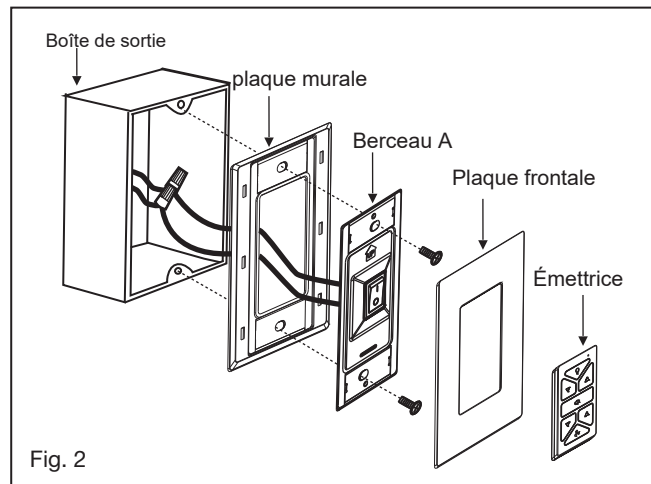

Fig. 2
Fixez la vis à bois et la rondelle plate à la solive du plafond comme illustré (ne serrez pas complètement). Faites glisser le serre-câble sur le câble de sécurité du ventilateur. Enroulez le câble de sécurité autour de la vis à bois qui vient d'être fixée à la solive du plafond. Insérez l'extrémité du câble dans la pince et faites passer autant de câble que possible. Serrez fermement la vis dans la pince. Coupez l'excédent de câble et serrez la vis à bois sur la solive du plafond. (Fig.2)
3 Soulevez le boîtier du moteur contre le support de montage. Les quatre supports à l'intérieur du boîtier du moteur doivent être placés contre les quatre goujons du support de montage. Tournez le boîtier du moteur dans le sens des aiguilles d'une montre jusqu'à ce qu'il soit bien ajusté. (Fig.2)
- 4** Soulevez l'abat-jour en verre contre l'ensemble LED et fixez-le au ventilateur en tournant l'abat-jour en verre dans le sens des aiguilles d'une montre jusqu'à ce qu'il soit bien ajusté. NE PAS TROP SERRER. (Fig.2)
- 2 Retirez l'une des trois vis du moyeu de montage situé sur le moteur du ventilateur. (Fig.2)
- 7 vis préalablement retirées à l'aide de la clé hexagonale fourni. (Fig.2)
- 2 Placez le berceau A dans la plaque murale. (Fig. 2)
- 6 Feu de signalisation (Fig. 2)